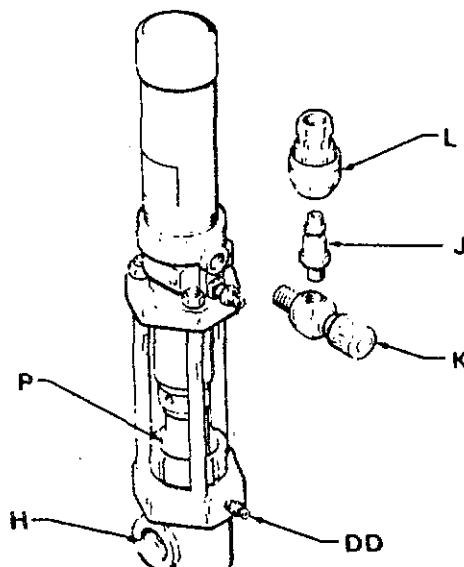

Fig. 3
Fyll våtkoppen (P) till hälften med Graco Throat Seal Liquid (TSL) eller kompatibelt lösningsmedel och håll den halvfull för att inte vätska ska torka på kolstängan och skada pumpens halspackningar. Se fig 3.
Smörj halspackningarna regelbundet när du arbetar med en icke-smörjande vätska eller när du ställer undan pumpen för mer än några dagar. Vissa pumpar har en smörjnippel (DD) för ändamålet. Se fig 3.
Kontrollera packningsmuttern (P) då och då. Den ska vara så hårt åtdragen att läckage förhindras, men inte mer. Se fig 3.